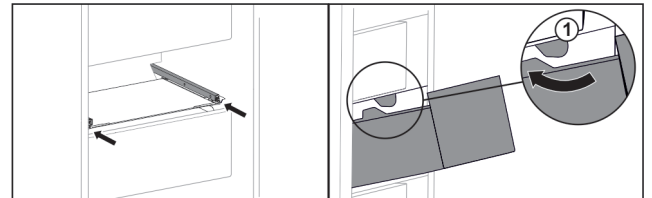

Fig. 100
- ▶ Før skuffen rundt stopperne Fig. 100 (1).